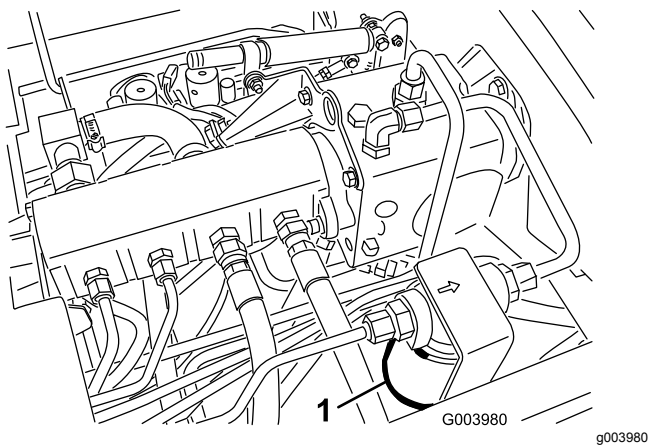

**Figura 68**
2. Limpe a área à volta da área de montagem do filtro e coloque um recipiente de drenagem por baixo do filtro (Figura 67) e (Figura 68).